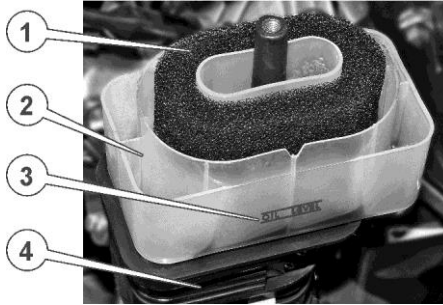

Рисунок 17. – Відкритий повітряний фільтр
2. Дістати поролоновий фільтрувальний елемент з піддона (див. рисунок 17.), промити його в розчині мийного засобу (можна використовувати дизельне паливо або, у разі особливо сильного забруднення, гас), віджати і ретельно висушити. Якщо фільтрувальний елемент надмірно забруднений або пошкоджений – замінити його.
4. Установити піддон на місце, налити в нього 50-70 г моторного мастила (до позначки рівня на корпусі масляної ванни, див. рисунок 17.), рівномірно розподіливши його по секціях піддону.